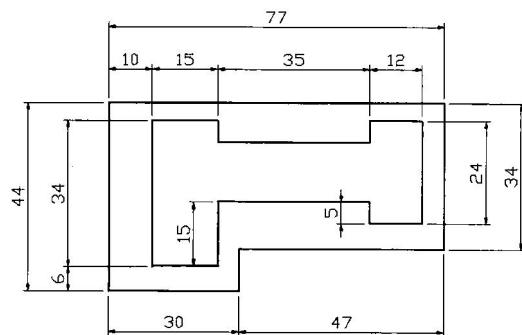

图1-6
**【练习1-6】：** 打开正交模式，通过输入线段的长度绘制图 1-6 所示的图形。